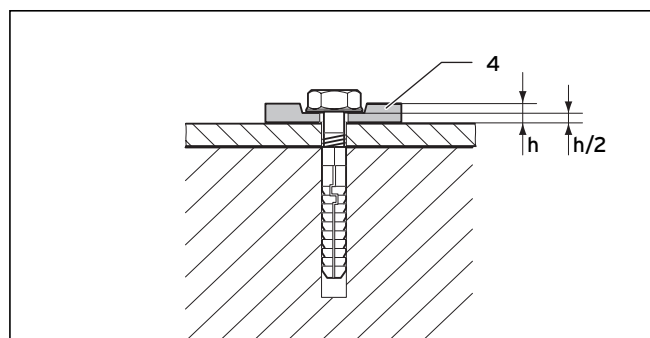

Fig. 5.28 Fixarea cu șaibe flexibile
Folosiți neapărat 4 șaibe flexibile (4), pentru a contrabalansa dilatarea materialului. Presați șaibe cu 50 %, vezi Fig. 5.28.